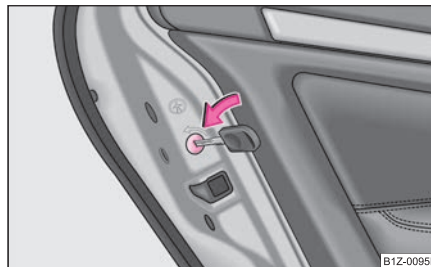

Fig. 25 Siguranța de la ușile din spate pentru copii
- Rotiți cu cheia de contact fanta din ușile din spate în sensul săgeții ⇒ fig. 25.